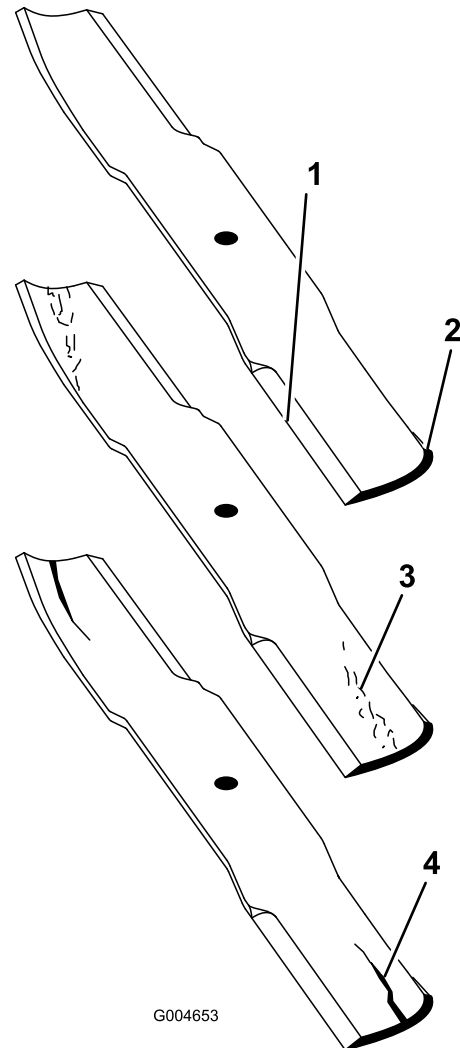

Figura 90
2. Verificate accuratamente i taglienti, con particolare attenzione ai punti d'incontro delle sezioni piatta e curva della lama (Figura 90).
Nota: Sabbia e materiali abrasivi possono consumare il metallo che connette le sezioni piatta e curva della lama, per cui si consiglia di controllare la lama prima di usare il tosaerba. Se notate dell'usura (Figura 90), sostituite la lama.